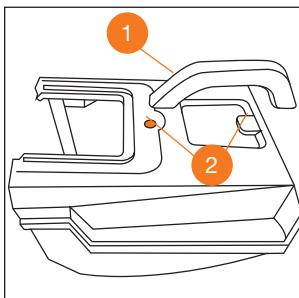

Рис. 10
3. Вставьте ручку травосборника **1** в посадочные отверстия **2** и защёлкните её (Рис. 10).